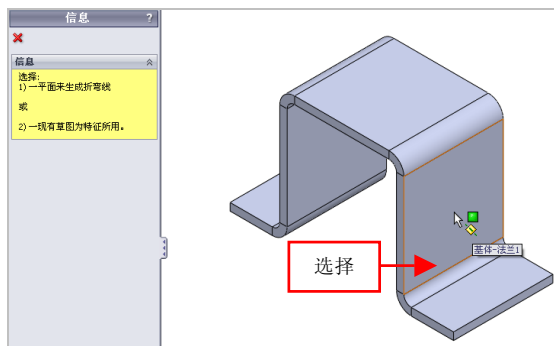

图 9-22 选择模型最外侧面对象
(3) 弹出【信息】属性管理器，在绘图区中，选择模型最外侧合适的面对象，如图9-22所示。